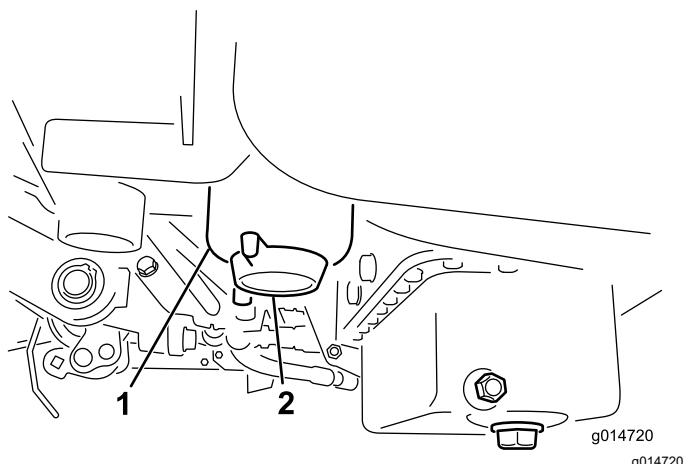

Figura 39
2. Pulite la superficie circostante la scatola del filtro (Figura 39).
4. Aprite il tappo di spurgo del filtro (Figura 39).